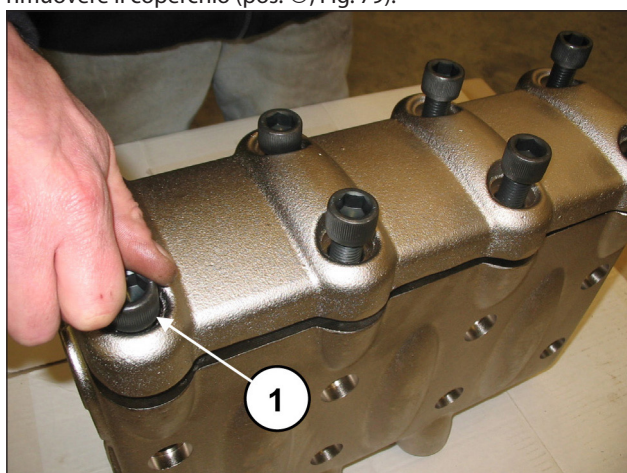
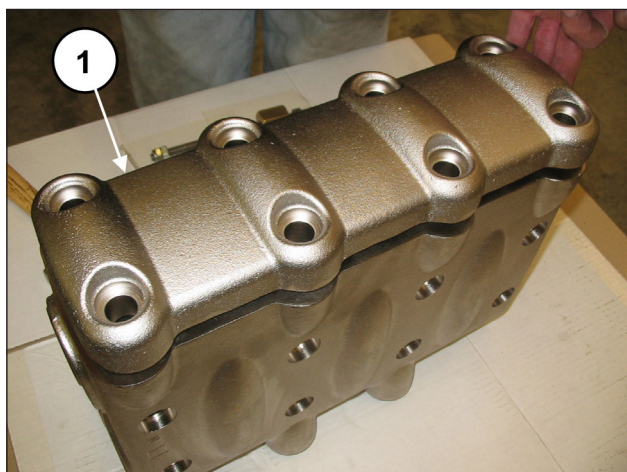

Fig. 78
Fig. 79
Svitare le 8 viti M16x55 del coperchio valvole (pos. ①, Fig. 78) e rimuovere il coperchio (pos. ①, Fig. 79).